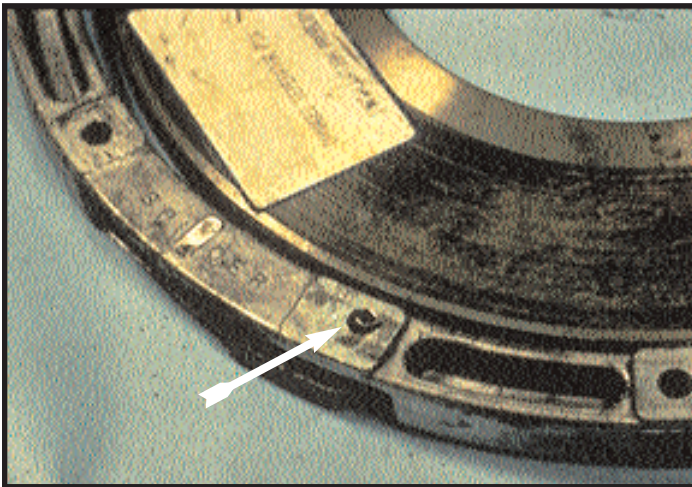

Figura 31 (SAS)
El perno separador ilustrado en la figura 31 se dañó (dobló) cuando se cayó durante la instalación del embrague. Para evitar que esto ocurra, Eaton recomienda el uso de dos (2) pernos guía durante el montaje del plato intermedio y la cubierta del embrague al volante (refiérase a las Instrucciones de instalación de Eaton).